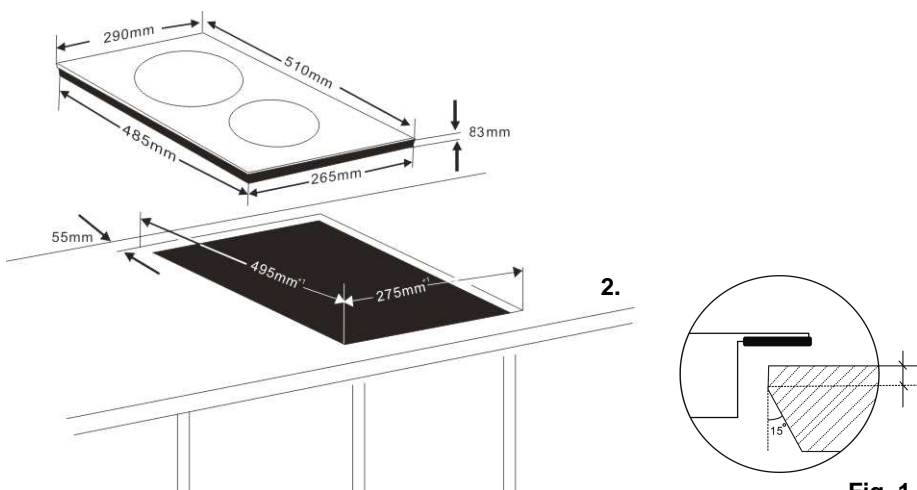

Fig. 1
3. Découper un trou dans le plan de travail tel que décrit sur la figure ci-dessous. (Fig. 1)
4. Il est également possible, comme variante du procédé mentionné ci-dessus, d'installer le réchaud à induction au ras du plan de travail, uniquement dans la mesure où la surface est en inox ou conçue dans un matériau résistant à la chaleur. (Fig. 1)